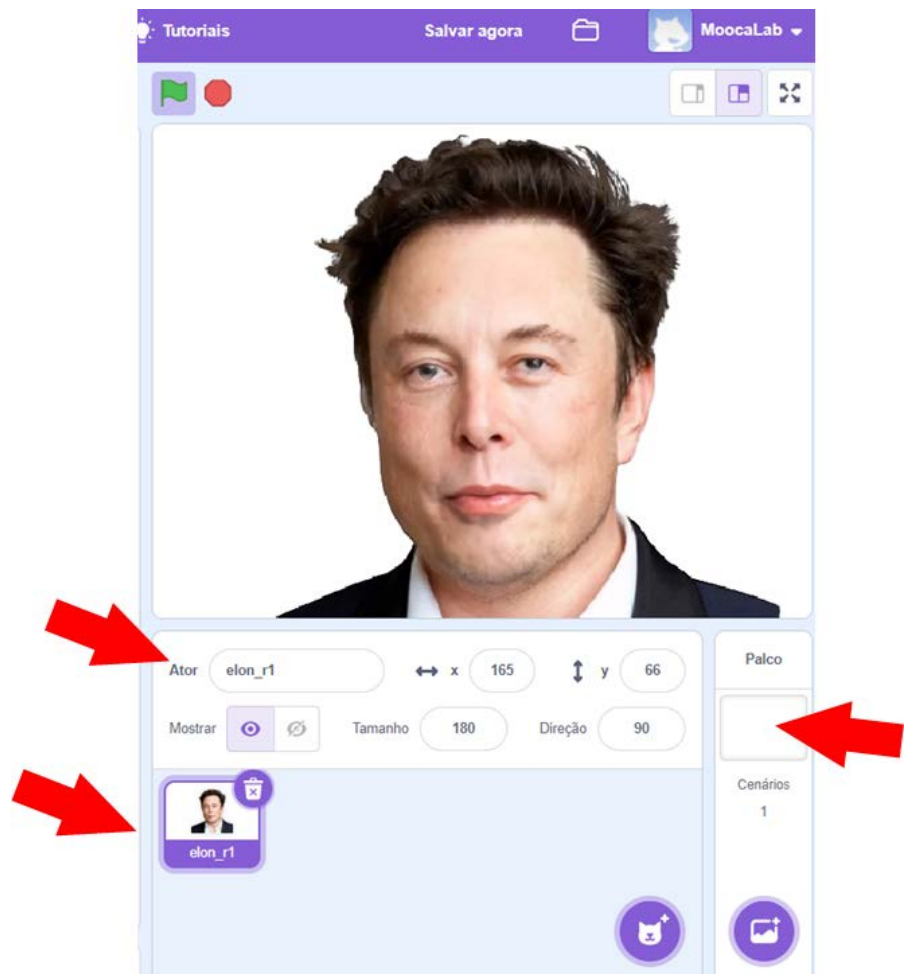

Figura 5
4. Palco, no nosso caso é o mais simples (vazio), tendo somente o Tio Elon como ator. (figura 5).